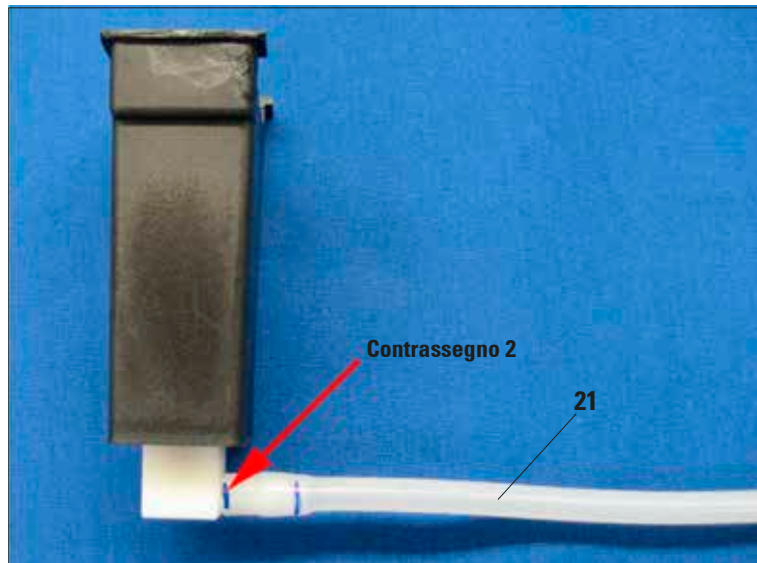

Fig. 26
- Quindi, spingere completamente il tubo flessibile (21), esercitando una rotazione, sul raccordo fino a quando l'estremità del tubo flessibile non tocca la superficie laterale del raccordo (Fig. 26).